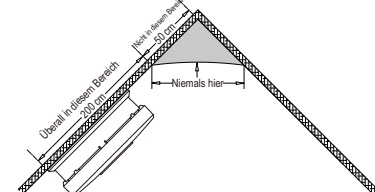

Abbildung 2
6. Wenn die Decke geneigt ist, sollte der Rauchmelder mindestens 50 cm vom höchsten Deckenpunkt im Raum entfernt installiert werden (siehe Abbildung 2).